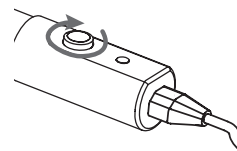

Fig.9
- Drehen Sie den Thermostatknopf im Uhrzeigersinn, bis die höchste Stellung erreicht ist [Abb. 9].